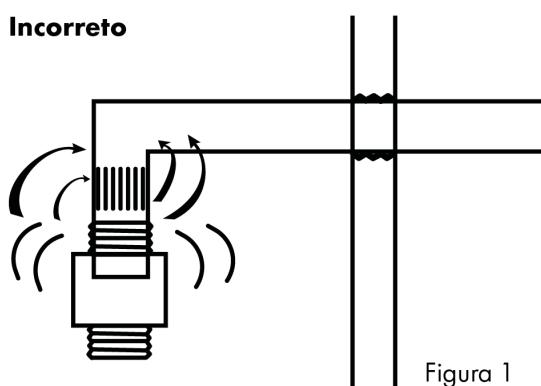

Figura 1
- Quando o silenciador é colocado num local técnico ruidoso, é conveniente verificar que este não entra em curto-circuito, pois o ruído ambiente pode reentrar através das paredes do silenciador e da conduta a jusante (Figura 1).